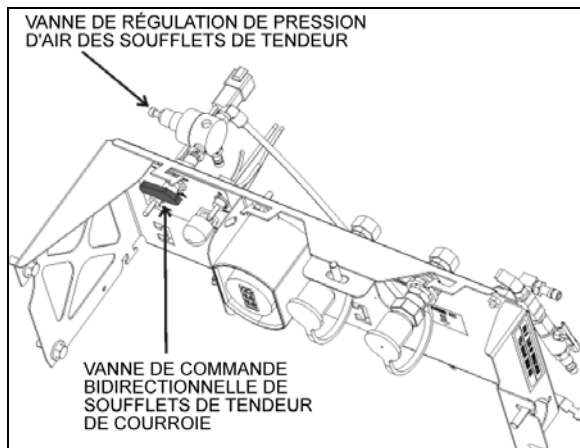

FIGURE 27: SOUPAPE DE COMMANDE DU TENDEUR DE COURROIE – SÉRIE H 12219
2. Pour les véhicules équipés d'un troisième alternateur, la tension de la courroie est aussi appliquée grâce à un soufflet pneumatique (Figure 25). Tourner la soupape de commande à deux voies du tendeur de courroies dans le sens antihoraire pour libérer la pression du soufflet (Figure 27).
Pour les véhicules de la série H équipés d'un 3e alternateur, (Figure 25) la tension de la courroie est aussi appliquée grâce à un soufflet pneumatique ajusté par un régulateur de pression d'air (Figure 27). La pression adéquate de 45 psi est réglée en usine. Vérifier périodiquement la pression du régulateur avec un manomètre, et la corriger au besoin.
La tension de la courroie est appliquée grâce à un soufflet pneumatique qui est ajusté par un régulateur de pression d'air (Figure 27). La pression adéquate de 45 psi est réglée en usine. Vérifier périodiquement la pression du régulateur avec un manomètre et corriger au besoin.